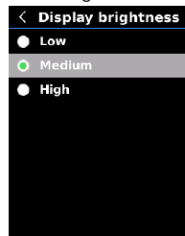

Fig. 19
3. Appuyez sur les boutons $\wedge$ et $\vee$ pour sélectionner le niveau de luminosité souhaité, soit "Low", "Middle" ou "High" (élevé) (Fig. 19).